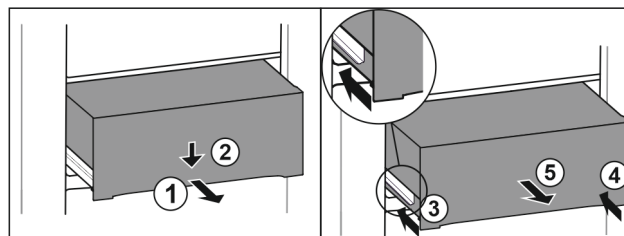

Fig. 114
- Træk skuffen halvt ud. Fig. 114 (1)
- Tryk skuffen ned på forsiden. Fig. 114 (2)
- Skub venstre skinne ca. 2 cm ind. Fig. 114 (3)
- Skub højre skinne ca. 2 cm ind. Fig. 114 (4)
- Tag skuffen ud fremefter. Fig. 114 (5)